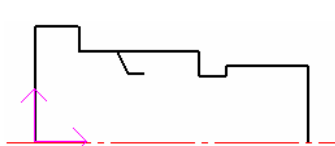

图 4-127 绘制直线
1) 选择下拉菜单“绘图”→“直线”命令,或者单击“绘图工具”工具栏上的“直线”按钮,设置立即菜单选项为“连续”和“非正交”,系统提示:第一点(切点,垂足点),要求输入直线的第一点,输入坐标(15,16.5),(17,12.5),(20,12.5),单击鼠标右键完成直线绘制,如图4-127所示。